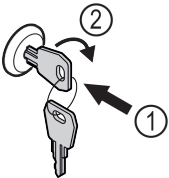

Fig. 192 Voorbeeld
- ▶ Sleutel erin duwen Fig. 192 (1).
- ▶ Sleutel 90° rechtsom draaien Fig. 192 (2).